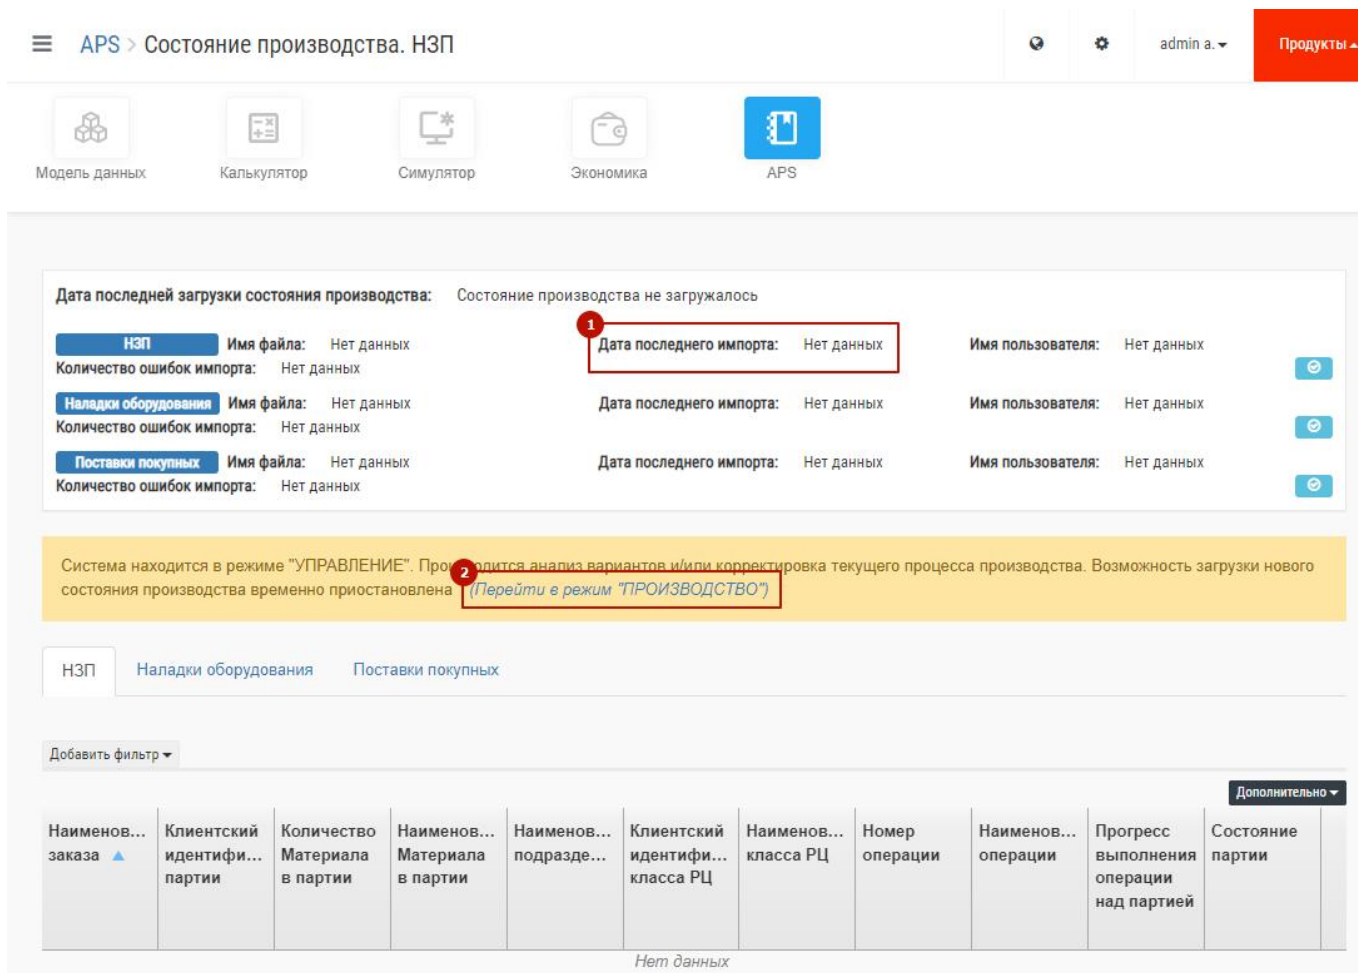

Рис. 61 – Импорт НЗП
- Откроется новое окно в котором также можно посмотреть дату последнего импорта НЗП (1 на Рис. 61);
- Если система находится в режиме «Управление» - необходимо перейти в режим «Производство», нажав ссылку «Перейти в режим "ПРОИЗВОДСТВО"» (2 на Рис. 61).